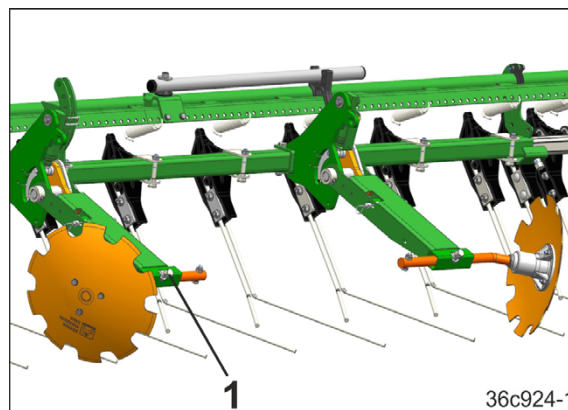

Fig. 212
8. Løsne skruen (Fig. 212/1).
11. Trekk skruen (Fig. 212/1) fast til.